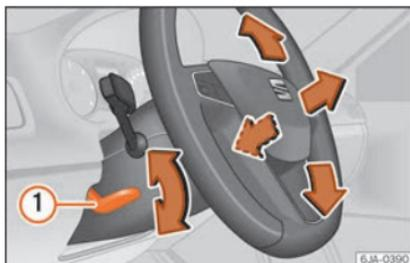

Fig. 17 Palanca en la parte inferior del lateral izquierdo de la columna de dirección.
Ajustar la posición del volante: tire de la palanca » » » **fig. 17** ① hacia abajo, mueva el vo-